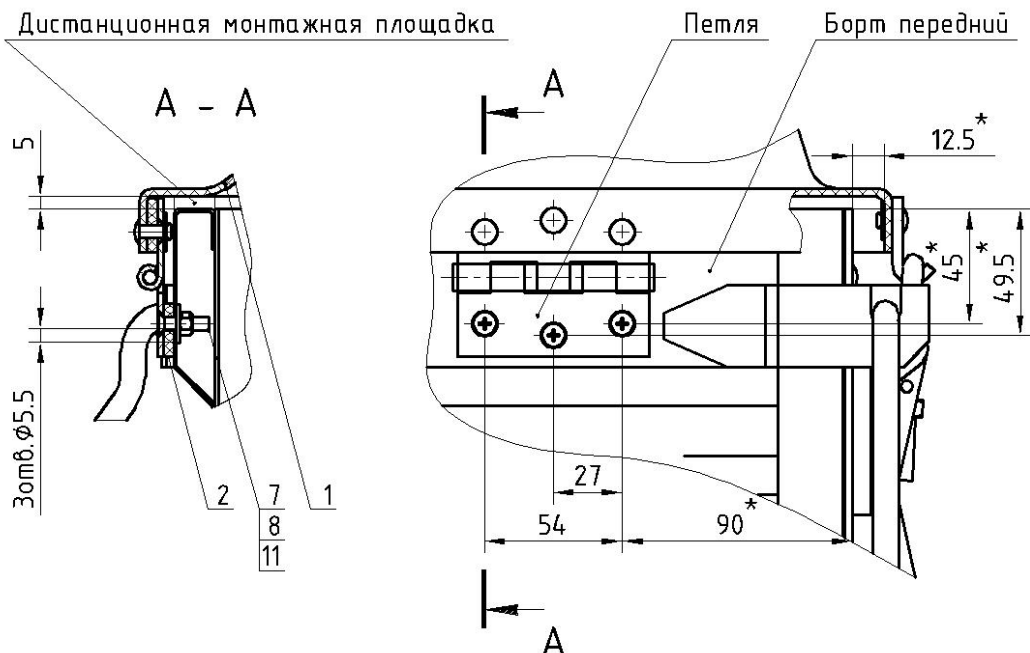

Рисунок 1.
2. Приподнять переднюю часть крышки и положить между передним бортом прицепа и передней частью рамки крышки дистанционную монтажную прокладку толщиной 5мм (рис. 1).
3. Просверлить отверстия $\varnothing 5.5$ мм для крепления крышки, используя петли как шаблон, в переднем борту прицепа, как показано на рис.1